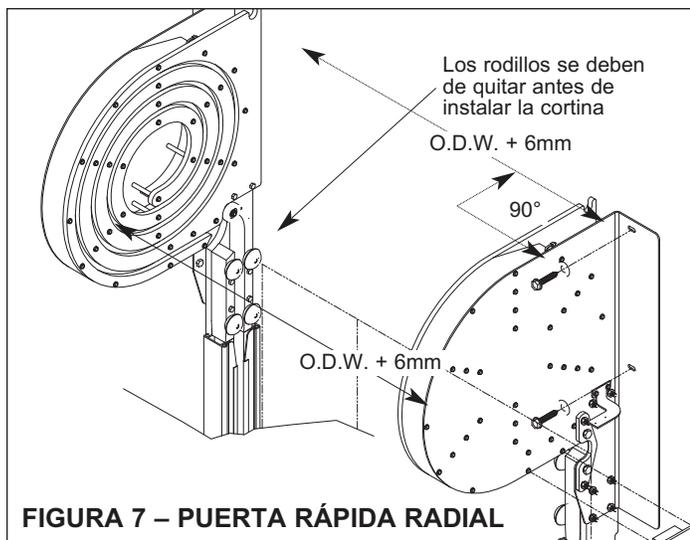

FIGURA 7 – PUERTA RÁPIDA RADIAL
- Para puertas Radiales, el carril en forma espiral es previamente pegado al riel, Figura 7.